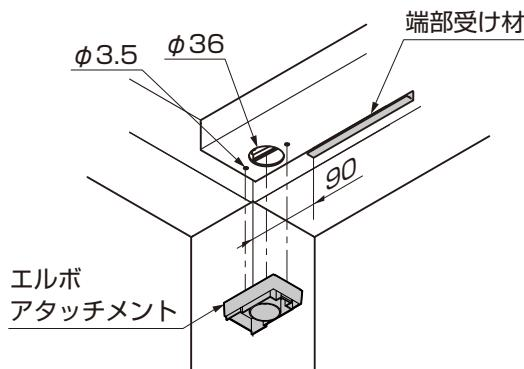

図11-125 A部詳細図
- ①エルボアタッチメントを樋にあて、ケガキ、ドリルで水抜き穴 $\phi 36$ とエルボアタッチメント取付穴 $\phi 3.5$ をあけてください。（図11-125、11-126参照）
- 以降の施工手順はP.65の③から、P.66の④の手順を参考にしてください。
- 端部受け材は樋がつく側の端部から90mmの範囲は取付けないでください。（図11-125参照）
- ④エルボアタッチメントにアタッチメントパッキンを貼付けし、ルーフの雨樋に【10-1】で取付けてください。